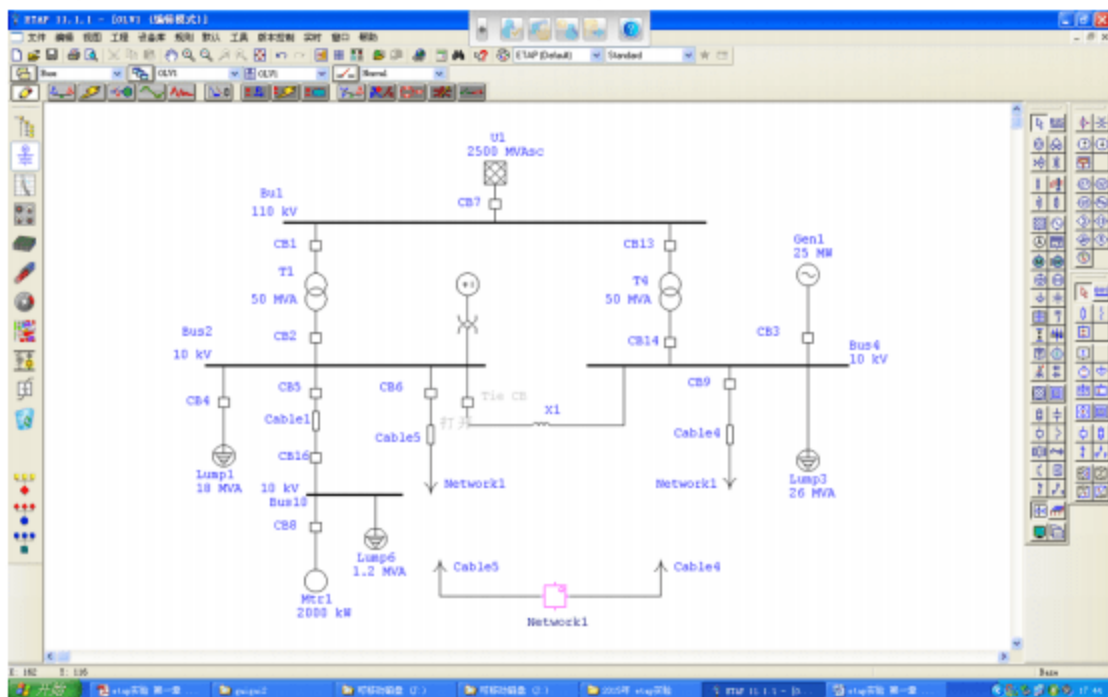

图1-6 建立的系统单线图
- 2、鼠标左键单击元件的连接端子（呈红色），拖曳到另一个元件的连接端子，呈现红色表示可以连线。依次连线，建立的单线图如图1-6所示。